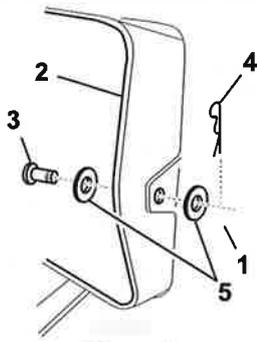

Figure 18
6. Relevez le bac à herbe et retirez la goupille fendue, les 2 rondelles et l'axe de chape qui fixent le tube d'éjection à la plaque arrière (Figure 18).
15. Relevez le bac à herbe et remettez l'axe de chape, les 2 rondelles et la goupille fendue qui fixent le tube d'éjection à la plaque (Figure 18).
6. Relevez le bac à herbe et retirez la goupille fendue et l'axe de chape qui fixent le tube d'éjection à la plaque arrière (Figure 18).